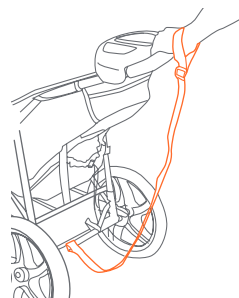
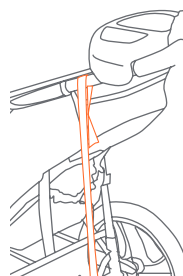

Fig. 21a
Fig. 21b
21) • CORREA DE SEGURIDAD PARA LA MUÑECA: Siempre conecte la correa de seguridad a cualquiera de las muñecas al trotar. Esta correa evitará que el cochecito ruede fuera de su alcance en caso de que usted se tropiece mientras corre (Fig. 21a). La correa de seguridad debe permanecer conectada al travesaño del armazón inferior trasero en todo momento. Esta posición tiene como fin evitar que el cochecito se incline hacia atrás en caso de que usted se caiga al suelo. La correa de seguridad incluye un accesorio de Velcro para su almacenaje, a la izquierda del cochecito, cuando no está en uso (Fig. 21b).